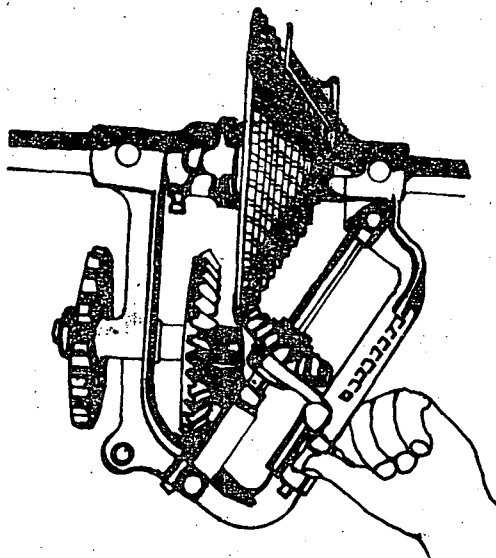

Fig. 2
- Mudando a velocidade do alimentador. (Fig. 2).
Para mudar a velocidade das rodas alimentadoras, emprega-se uma engrenagem múltipla especial. Consta essencialmente de um disco ou cone provido de uma série de anéis ou dentes concêntricos, dispostos (fig. 2) numa superfície circular. Observe que o anel externo tem muito mais dentes que o anterior.